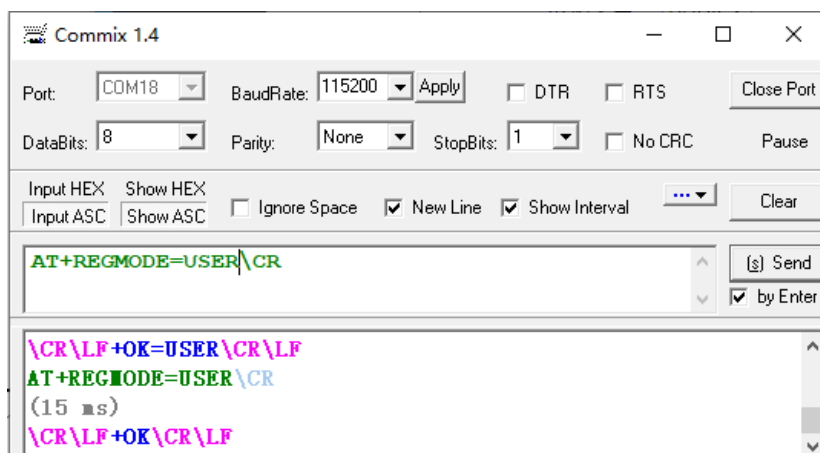

图 15-6 注册包模式配置界面
- 2) 配置注册包模式，如图 15-6 所示，将设备配置为用户自定义模式；